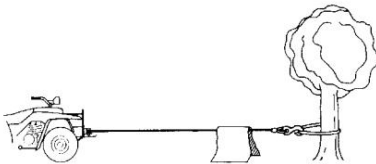

Figure 4
69. Beim Ziehen schwerer Lasten empfiehlt es sich, eine dicke Decke oder Jacke über das Drahtseil in der Nähe des Hakenendes zu legen (Abbildung 4). Sollte das Drahtseil reißen, wirkt das Tuch als Dämpfer und verhindert, dass das Seil peitscht.